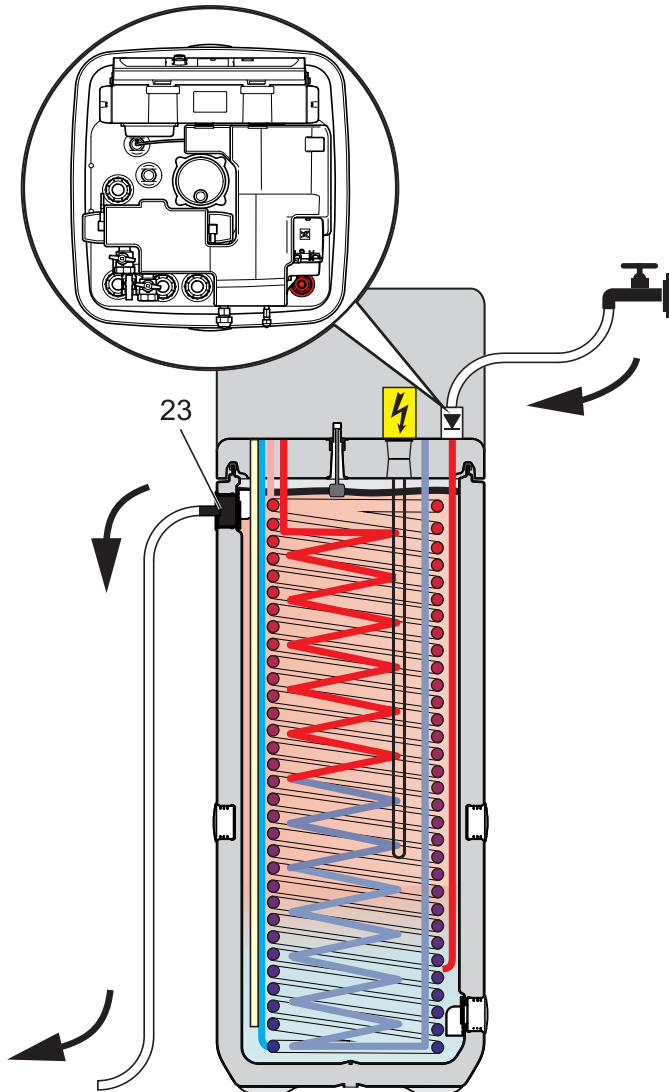

Fig. 5-2 Riempimento dell'accumulo inerziale - senza sistema solare
- Collegare il **tubo flessibile di riempimento** con valvola di non ritorno (1/2") **al collegamento "DrainBack Solar - Mandata"** (vedere fig. 5-2, **pos. 1**).
- **Riempire** il serbatoio ad accumulo della HPSU compact **finché l'acqua non esce dal raccordo** (fig. 5-2, **pos. 23**), che è stato collegato **come troppopieno di sicurezza**.